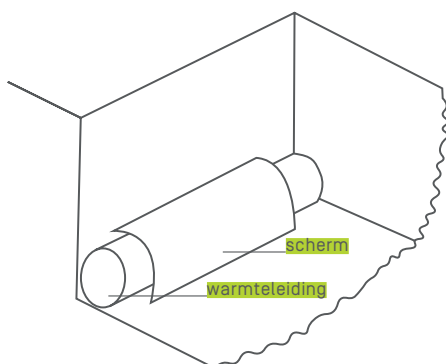

fig. 1 - bescherming bij middel van een scherm
2. Bij gebruik van vuur, moeten de warmte-installaties door middel van een aangepast materiaal (zie fig. 1) beschermd worden tegen elke beschadiging. Brandbestrijdingsmateriaal moet zich ter plaatse bevinden. Het is verboden warmte-installaties in kunststof (bijvoorbeeld P.E.-buizen) met een vlam op minder dan 0,60 m te benaderen.